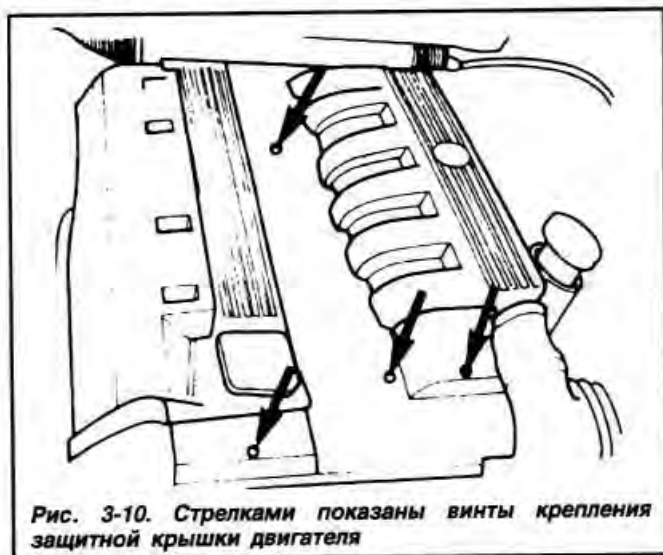

Рис. 3-10. Стрелками показаны винты крепления защитной крышки двигателя
• Снять защитную крышку двигателя (рис. 3-10).
- Снять защитную крышку двигателя (рис. 3-10).